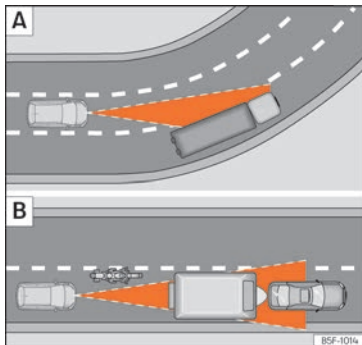

Fig. 155 A) Véhicule à l'abord d'un virage. B) Motocycliste circulant à l'avant hors du rayon d'action du capteur radar.
L'ACC pourrait ne pas détecter dans un virage le véhicule précédent, ou pourrait régler la distance par rapport à des véhicules qui se trouvent sur d'autres voie » » » **fig. 155 A).**
- Véhicules circulant de manière non alignée ou en dehors de la zone de détection du capteur, par exemple, des motos. » » » **fig. 155 B)**